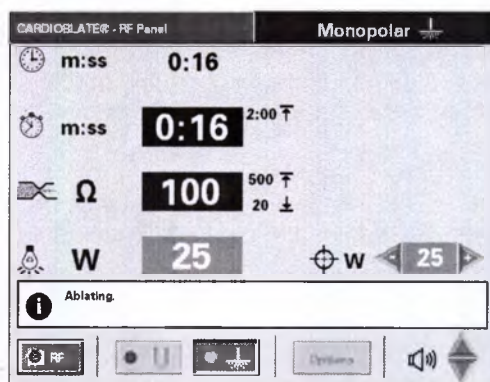

Рис. 3-11. RF Panel (Панель РЧ) в монополярном режиме
С помощью кнопок сенсорного экрана, расположенных в нижнем левом углу окна RF Panel (РЧ панель), выберите кнопку монополярного режима . Если выбран монополярный режим, кнопка монополярного режима выглядит утопленной и серой (Рис. 3-11).
1. Измените установку РЧ мощности с шагом 1 Вт, нажав кнопку ► для увеличения или кнопку ◀ для уменьшения значения (Рис. 3-11).